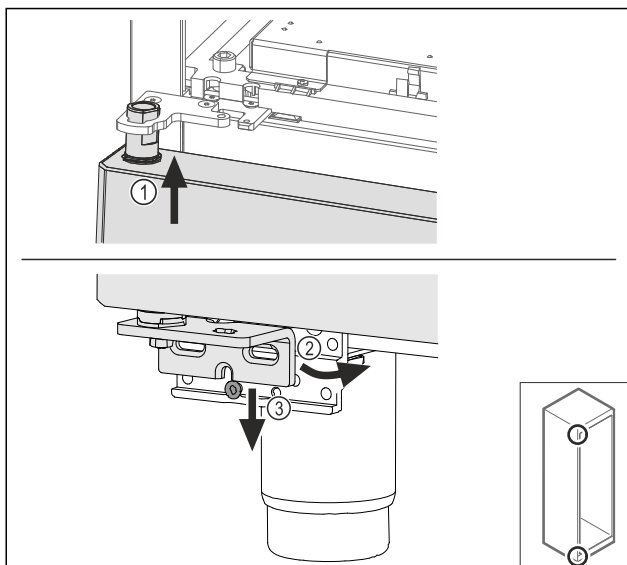

Fig. 64
- ▶ Luta dörren något och lirka in den upptill Fig. 64 (1), rätta upp dörren Fig. 64 (2) och sätt den på lagerbocksskruven Fig. 64 (3) nedtill.